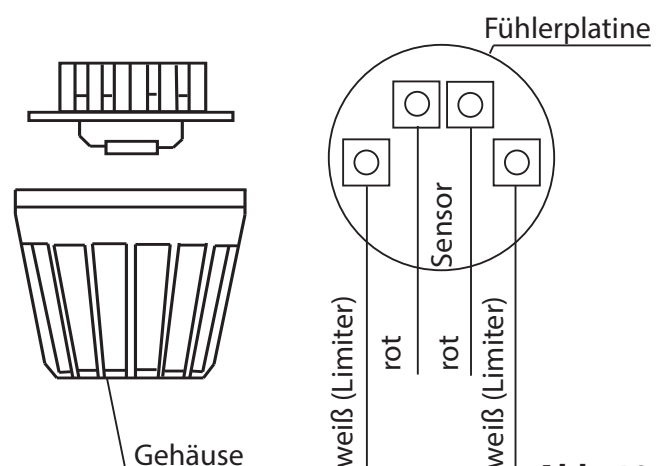

Abb. 10
- Führen Sie die Fühlerkabel durch das gebohrte Loch und schließen Sie die Fühlerleitung gemäß Abb. 10 an.
- Die Leitungen für den Begrenzer (weiß) und den Temperaturfühler (rot) gemäß Abb. 10 an der Fühlerplatine anklammern: Die Fühlerplatine anschließend in das Gehäuse einrasten.